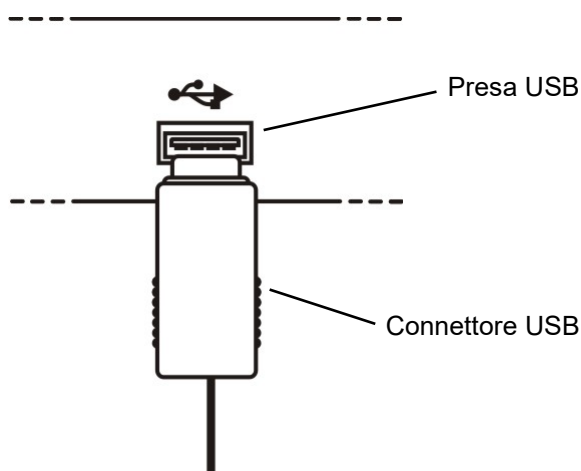

Fig. 2-1
1. Collegare il connettore USB dell'AVL DiTEST HV Safety 2000 ad una presa USB libera del PC AVL DSS, vedere Fig. 2-1.